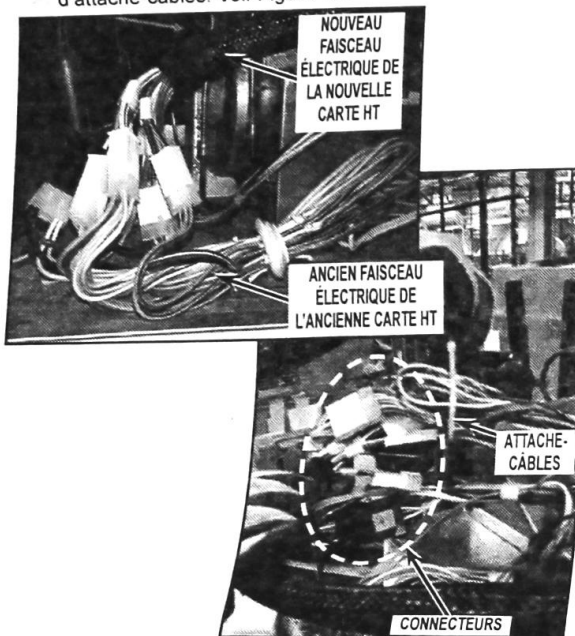

FIGURE 13
15. Brancher tous les connecteurs de câblage retirés de l'ancien module HT à l'étape 9 sur le faisceau du nouveau module HT. Fixer au moyen de l'attache-câbles fourni. Couper l'excédent d'attache-câbles. Voir Figure 13.